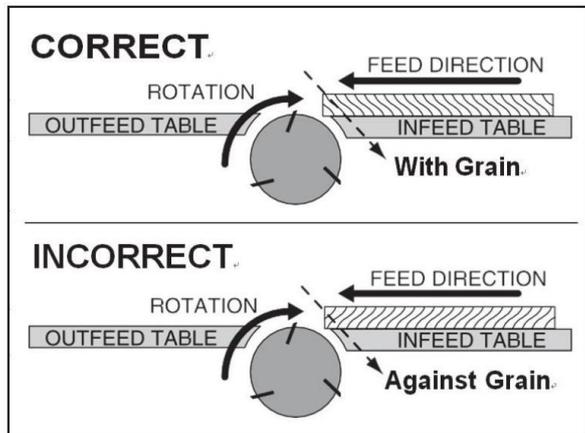

Рисунок 29. Правильное положение волокна заготовки по отношению к режущему валу.
- Соединение швов и строгание поверхности с зазубринами безопаснее для оператора и обеспечивает лучшую отделку. Резка против зазубрин увеличивает вероятность отдачи и отрыва заготовки. НЕ режьте против зазубрин! Резка поперек волокна - это подача заготовки поперек режущего вала таким образом, чтобы волокно было направлено вниз и назад, если смотреть с передней кромки заготовки (см. рис. 29).